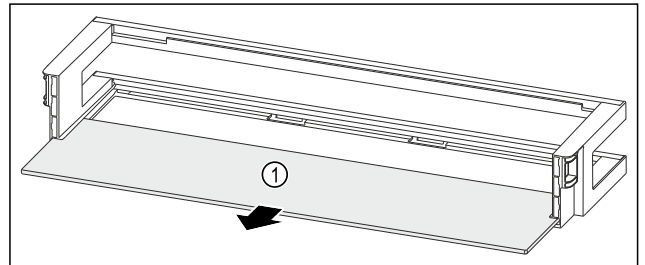

Fig. 91 Deurrek met draagplateau
- ▶ Draagplateau Fig. 91 (1) verwijderen.